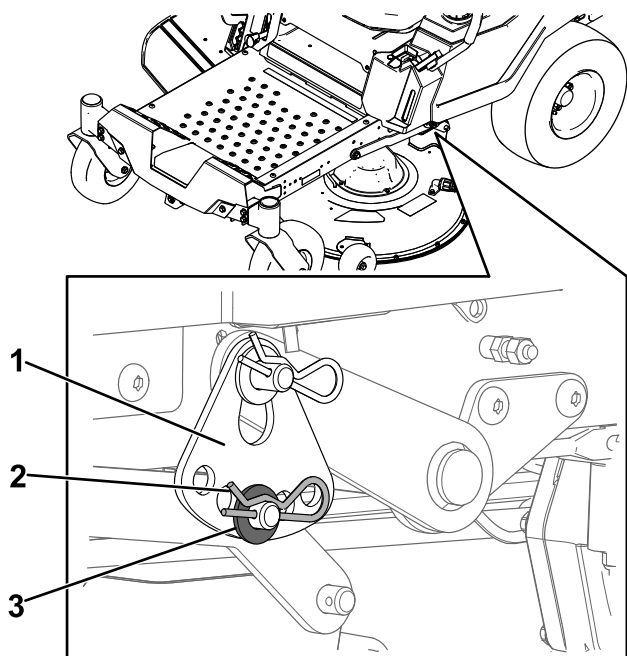

Figura 69
6. Retire la chaveta y la arandela del pasador del brazo de elevación inferior (**Figura 69**).